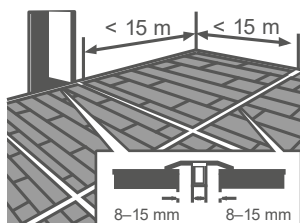

Рисунок 4
- 10.8 В помещениях длиннее и/или шире 15 метров необходимо сделать расширительный зазор шириной не менее 8 мм через каждые 15 метров по длине и ширине, который следует закрыть подходящим накладным профилем (см. Рисунок 4).
- 10.9 В дверных проёмах между отдельными помещениями, независимо от размеров помещений, необходимо сделать расширительный зазор шириной не менее 8 мм, который следует закрыть подходящим накладным профилем (см. Рисунок 4).